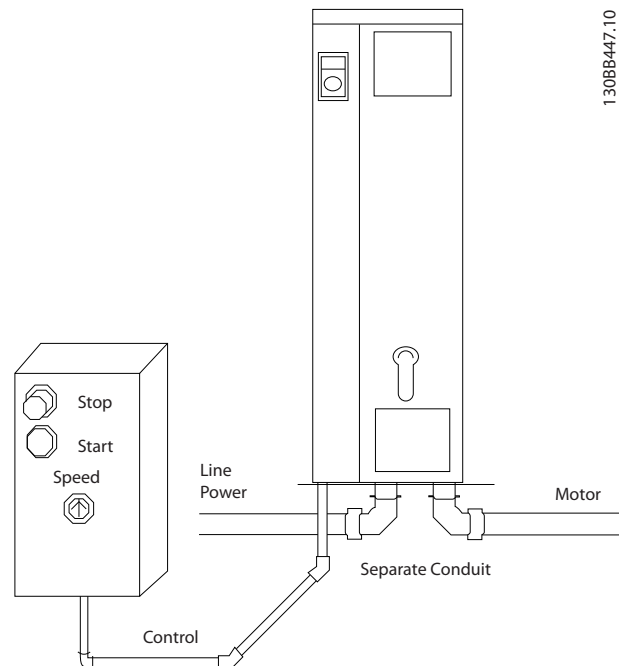

Рисунок 2.6 Правильный электромонтаж с использованием кабелепроводов
- Поскольку проводка двигателя является источником тока высоких частот, важно прокладывать проводку силовых сетей, проводку двигателя и управляющую проводку отдельно. Используйте металлические кабелепроводы или изолированный экранированный кабель. Несоблюдение требований к изоляции силовых кабелей, проводки двигателя и управляющей проводки может привести к снижению эффективности работы оборудования. См. Рисунок 2.6.